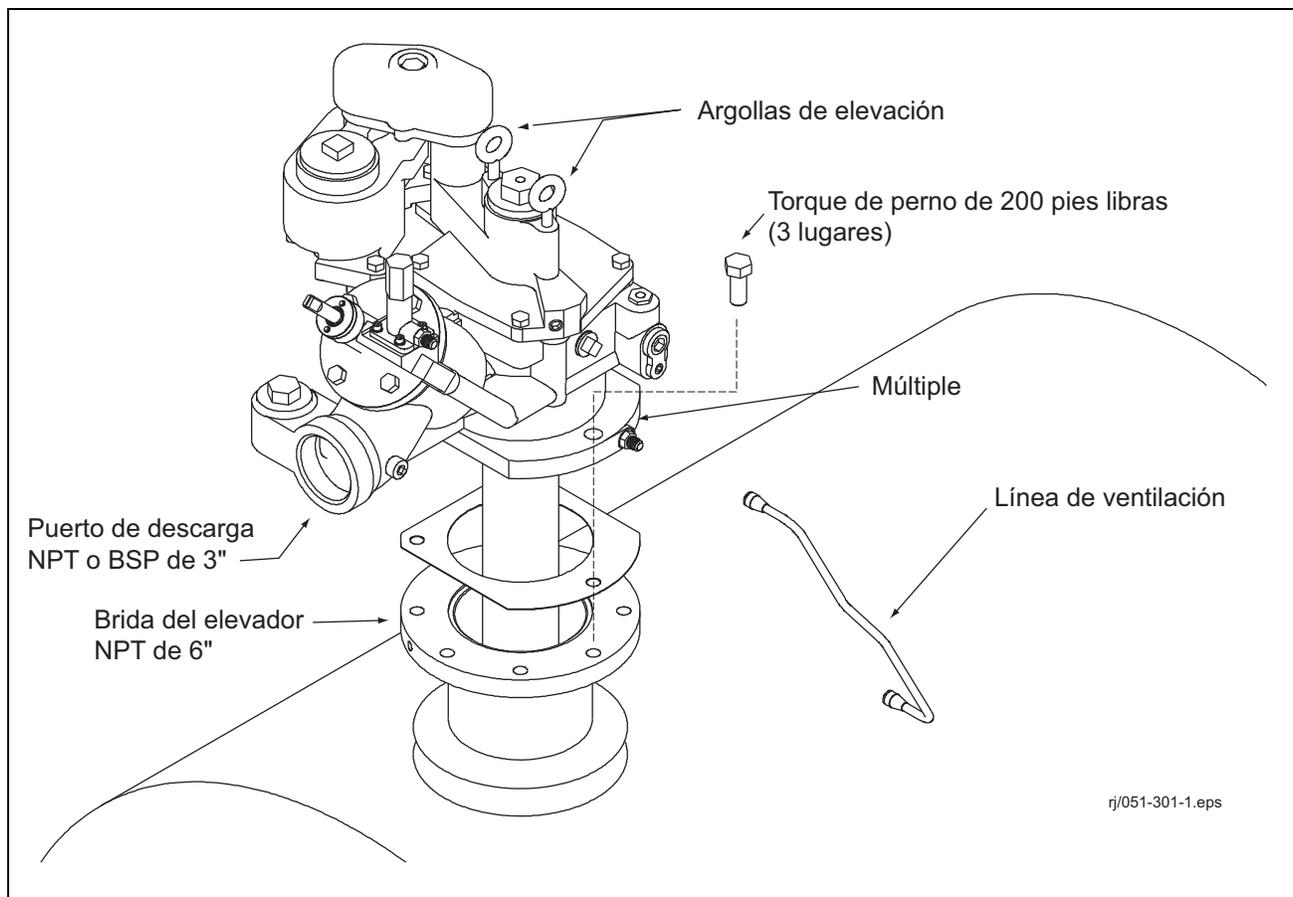

Figura 1. Ensamble del múltiple de empacador Maxxum®
1. Aplique un compuesto de empaque a la superficie inferior del múltiple y presione el empaque en la superficie de acoplamiento del múltiple de manera que los agujeros en el empaque y el múltiple estén alineados (consulte la Figura 1).
1. Retire las tapas de envío de protección de metal de los accesorios de brida (consulte la Figura 1).